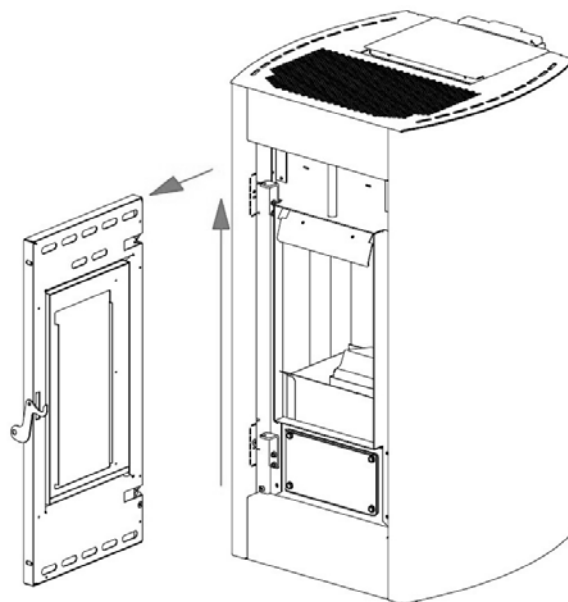

Fig. 20 - Usuwanie drzwi
- Podnieść drzwi tak, aby sworznie drzwi wyszły z listwy struktury (patrz **Fig. 20**).